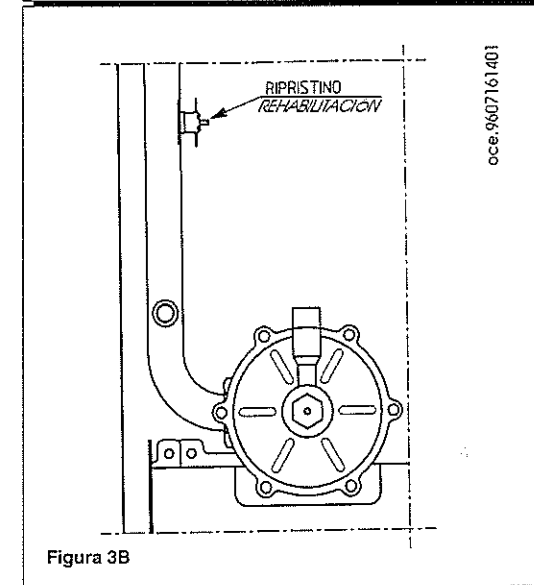

Figura 3B
tale dispositivo interrompe l'afflusso del gas al bruciatore principale in caso di sovratemperatura nel circuito di riscaldamento. Premere il pulsante di figura 3B per ripristinare le normali condizioni di funzionamento controllando l'indicazione del manometro (11) (vedi capitolo riempimento impianto a pagina 6).
Corta el suministro de gas al quemador principal en caso de sobretemperatura en el circuito de calefacción. Pulsar el botón de la figura 3B para restablecer las condiciones normales de funcionamiento. Controlar la indicación del manómetro (11) (ver el capítulo de Llenado del equipo en la página 6).